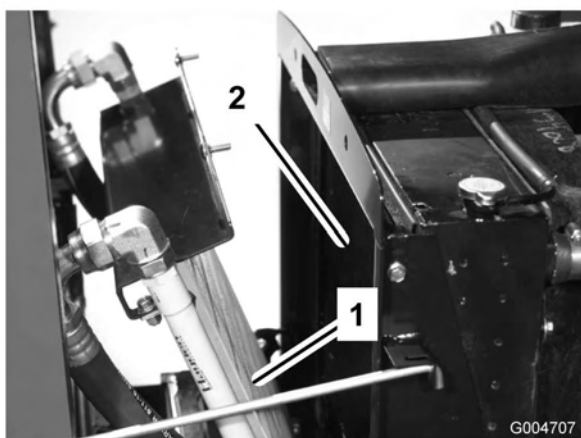

Figura 62
3. Girate indietro il radiatore dell'olio. Pulite accuratamente entrambi i lati dell'area del refrigeratore dell'olio e del radiatore utilizzando aria compressa (Figura 62).